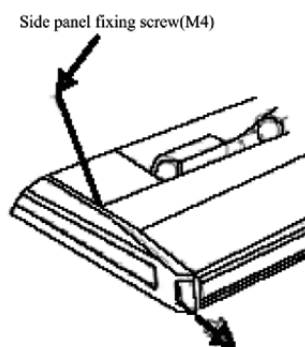

Fig. 3
* Rimuovere la vite di fissaggio del pannello laterale e tirare in avanti il pannello (direzione della freccia) per rimuoverlo. Vite di fissaggio del pannello laterale (vedere Fig. 3).